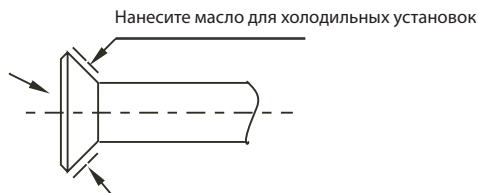

Рис. 6-1
6. Перед соединением нанесите на поверхность развальцованной трубы и гаек масло для холодильных установок. Заверните гайку вручную, сделав 3-4 оборота перед затяжкой накидных гаек (См. рис. 6-1).